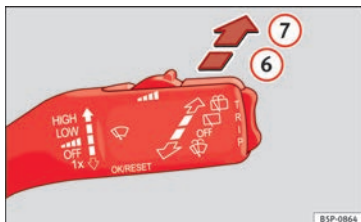

Fig. 71 Palanca del limpiacristales: limpiapuneta.
- Presione la palanca hacia delante hasta la posición **6** » **fig. 71**. El limpiapuneta debe accionarse en intervalos de 6 segundos.
- Presione la palanca completamente hacia delante hasta la posición **7** » **fig. 71**. El lavaluneta comienza a funcionar inmediatamente, mientras que el limpiapuneta lo hace un poco más tarde. El lavaluneta seguirá funcionando mientras mantenga la palanca en esta posición.